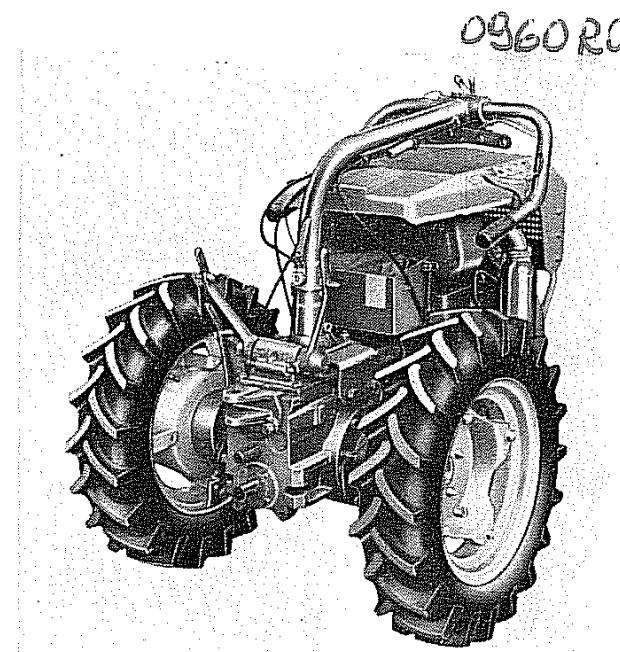

Fig. 48
- Girare le stegole di 180° e ribalzarle a ridosso del cofano come illustrato in fig. 48.